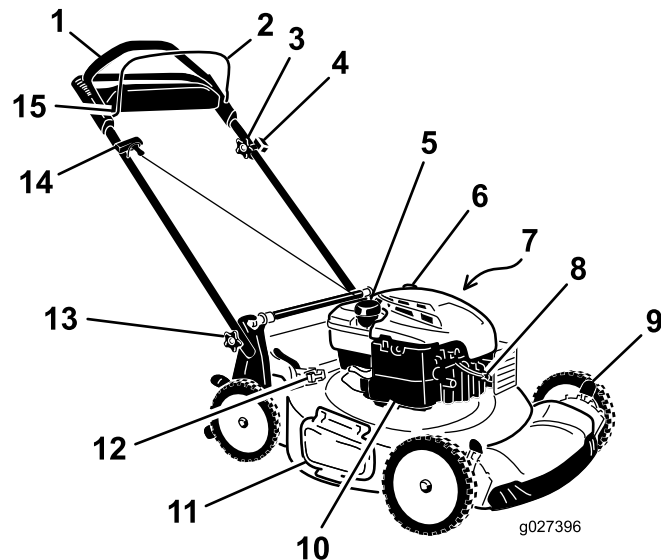

**Figure 8**
2. Accrochez la glissière inférieure du bac au bas de l'armature (Figure 8).
3. Accrochez la glissière supérieure et les glissières latérales du bac au sommet et sur les côtés de l'armature respectivement (Figure 8).